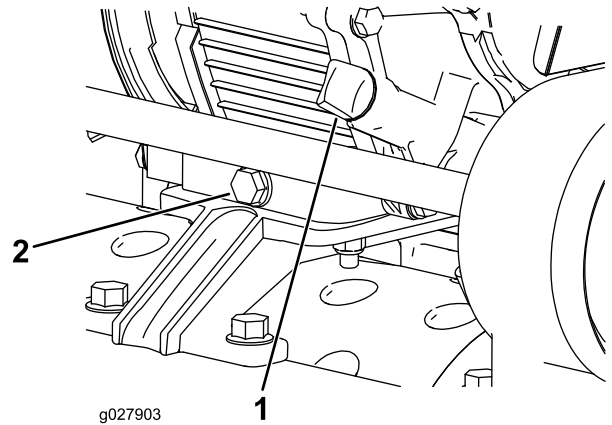

图23
1. 调整机器，使发动机保持水平，并清洁量油尺周围的区域（图23）。
2. 在机器后部排油塞下放置一个放油盘（图23）。